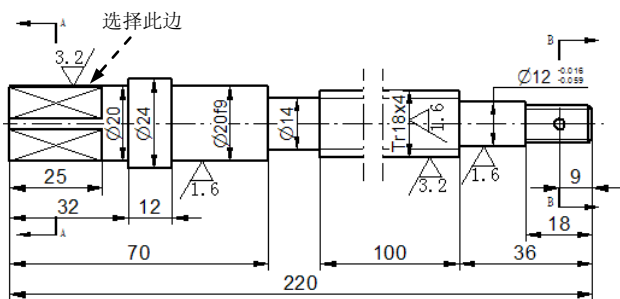

图 8.13.45 标注表面粗糙度 1
Step3. 放置表面粗糙度符号。确认“表面纹理符号”命令条中的按钮处于弹起状态，选择图 8.13.45 所示尺寸边线，然后在合适的位置放置，结果如图 8.13.45 所示。
Step4. 参照 Step1~ Step3 的操作步骤标注主视图其余表面粗糙度和剖视图 B-B 的表面粗糙度，结果如图 8.13.45 和图 8.8.46 所示。